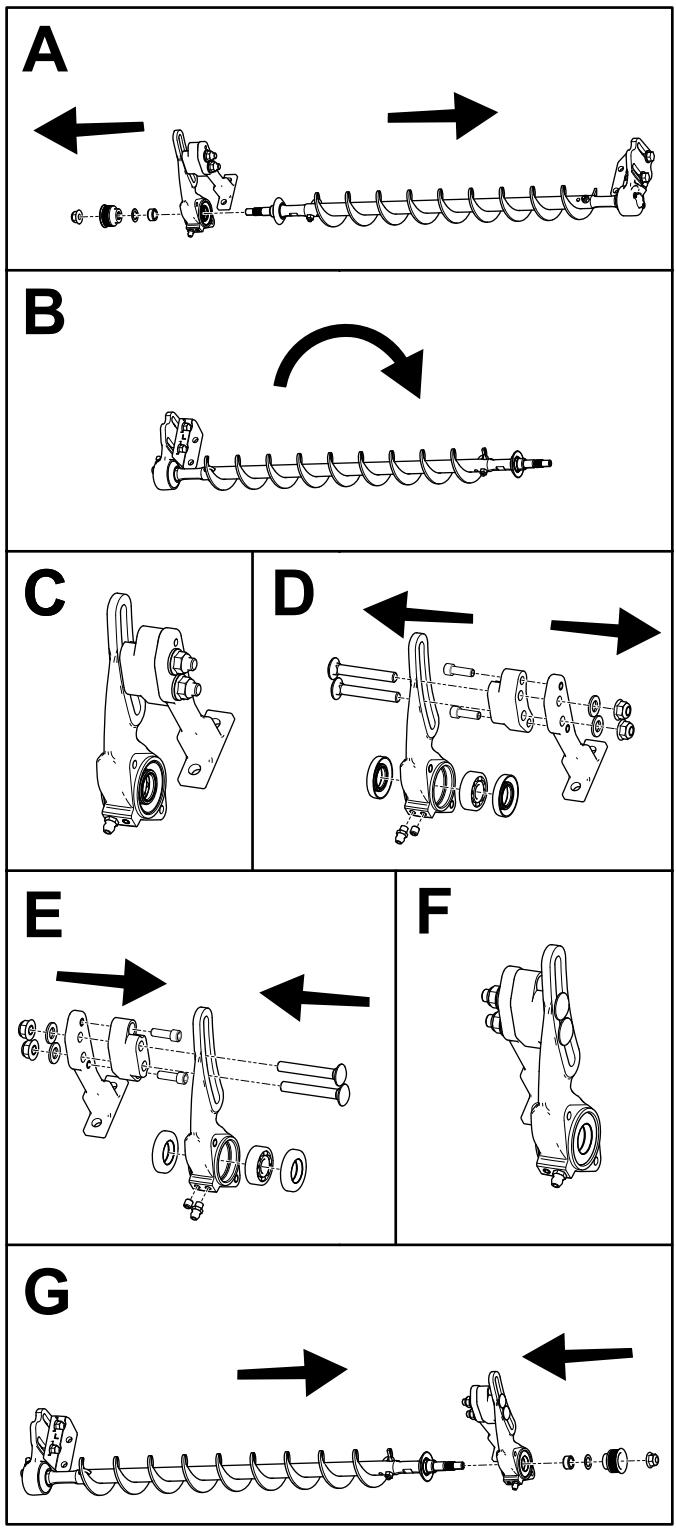

Figura 6
1. Retire la contratuerca que sujetla la polea arrastrada al eje del cepillo; consulte Figura 6.
7. Instale el engrasador y el tornillo de fijación en el alojamiento del cojinete del lado con transmisión, según se muestra en Figura 6.
8. Ensamble el conjunto del cepillo del rodillo según se muestra en Figura 6.